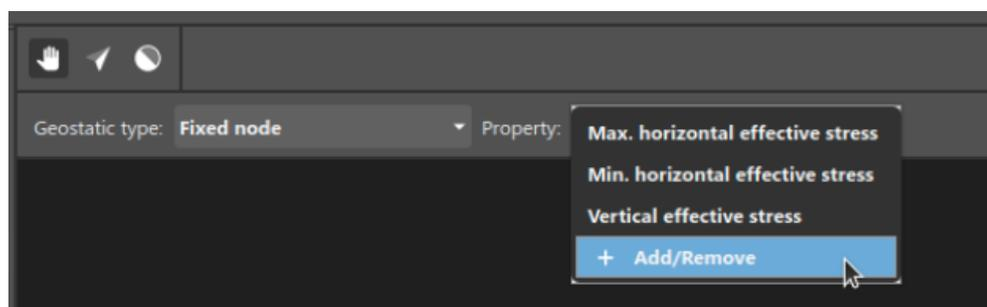

Figura 36 - Conjunto de propriedades selecionadas na aba de Initial Conditions.
- Uma barra superior, com as opções do tipo do Geostático e a propriedade corrente sendo visualizada e editada (Figura 36).
Com relação à configuração do geostático para os modelos mecânicos, dois modos estão disponíveis: **Fixed node** e **Self weight**, no campo *Geostatic type* da barra superior (Figura 36).